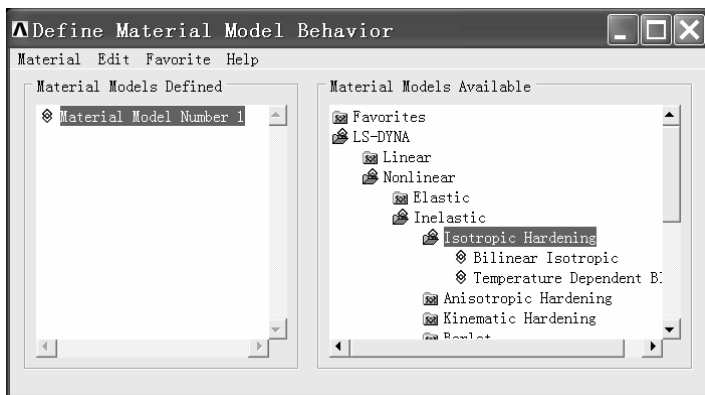
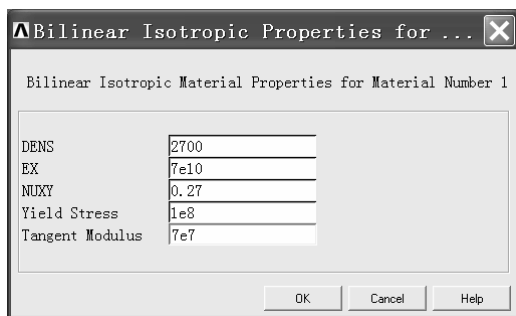

图 3-107 “Define Material Model Behavior”窗口
图 3-108 “Bilinear Isotropic Properties for ...”窗口
(1) 打开 ANSYS LS-DYNA 操作界面。
(2) 依次选择 Utility Menu>PlotCtrls>Style>Colors>Reverse Video，将背景变为白色。
(3) 依次选择 Main Menu>Preprocessor>Material Props>Material Models，弹出“Define Material Model Behavior”窗口（见图 3-107）。单击该窗口右侧方框中的“LS-DYNA”，继续单击“Nonlinear”，“Inelastic”，“Isotropic Hardening”，“Bilinear Isotropic”，弹出“Bilinear Isotropic Properties for ...”窗口（见图 3-108）。